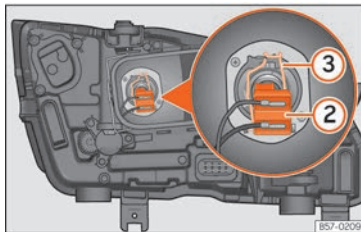

Fig. 109 Nel vano motore: lampadina degli anabbaglianti.
3. Estrarre il connettore »» fig. 109 ② della lampada.
4. Sganciare la molla di ritegno »» fig. 109 ③ premendola verso l'interno e a destra.